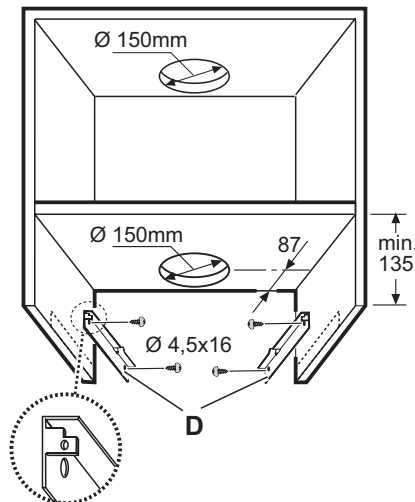

Fig. 7
- Fixer 2 étriers **D** (Fig. 7) au panneau latéral du meuble (un de chaque côté) avec 2 vis pour chaque étrier (aligner l'étrier au bord inférieur). Placer l'étrier-à-feuillures – sur le bord postérieur du meuble, en tenant compte que le bord postérieur de l'étrier doit correspondre au côté postérieur de la hotte. Effectuer un trou sur le plafond du meuble pour le passage du tuyau d'évacuation et pour le câble électrique.